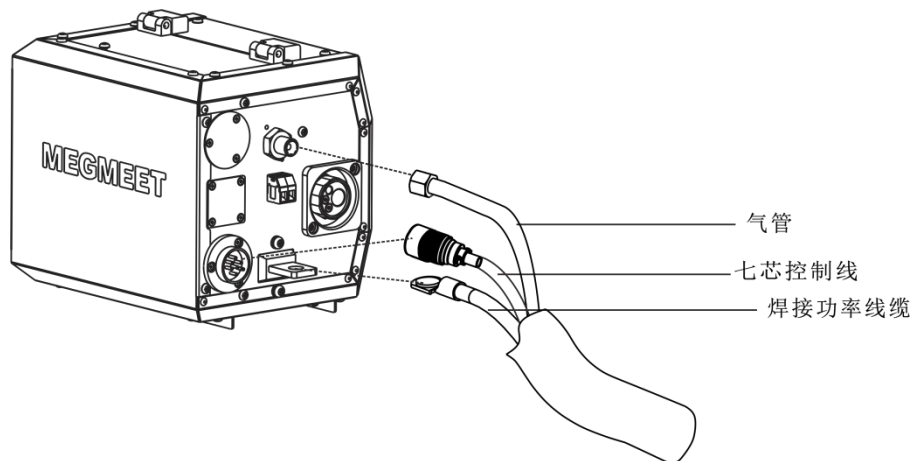

图 2-4 机器人送丝机连接示意图
3. 将气管与送丝机固定板上的铜接头连接，并旋紧气管喉箍，如图 2-4 所示。